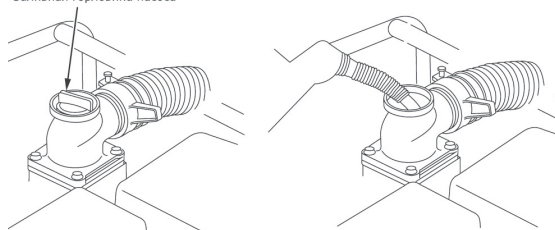

Рис. 9
3. Отверните пробку заливной горловины насоса (Рис. 9);